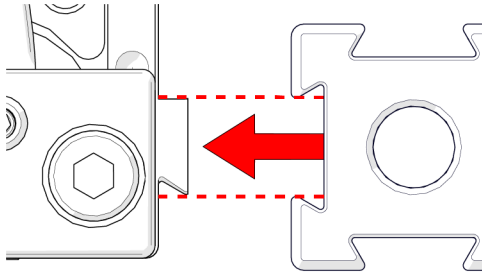

Abbildung 2-9 Montieren der Rahmenleiste
5. Drücken Sie die Rahmenleiste oder das Zubehör in die schwenkbare Halterung (siehe Abbildung 2-9 auf Seite 53) und ziehen Sie die schwarzen Flügelschrauben fest.